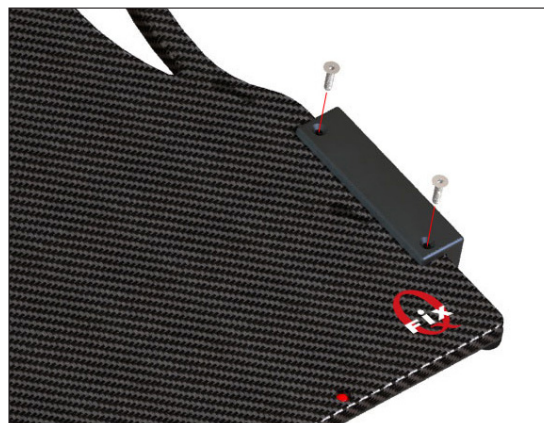

Fig. 7
2. Gjenta installasjonen for den motsatte adapteren (Fig 7).